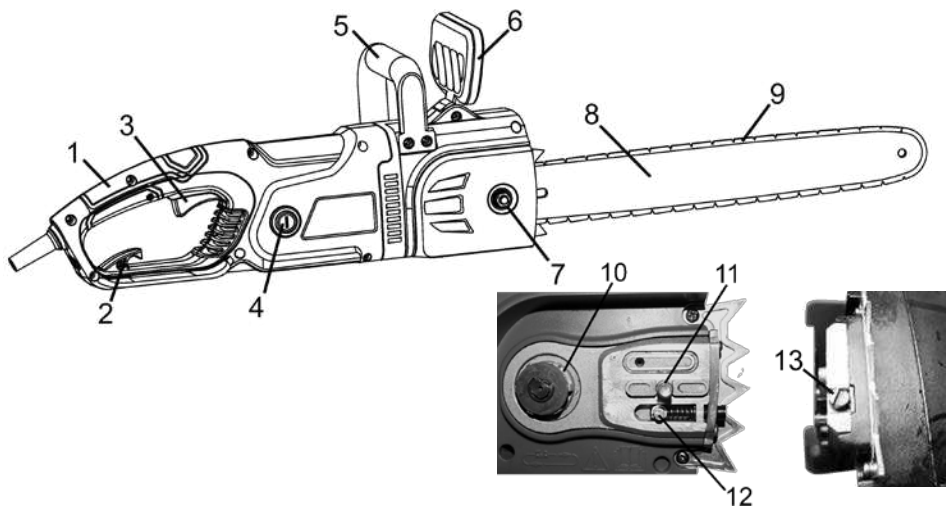

Рисунок 1
### 2.1.1 Виріб складається з наступних складових частин (згідно рис. 1):
**4.1** Для увімкнення виробу натисніть на кнопку блокування від випадкового вмикання (розташована з лівого боку основної рукоятки), а потім на важіль перемикача (3) (рис. 1). Для відключення виробу слід важіль відпустити.